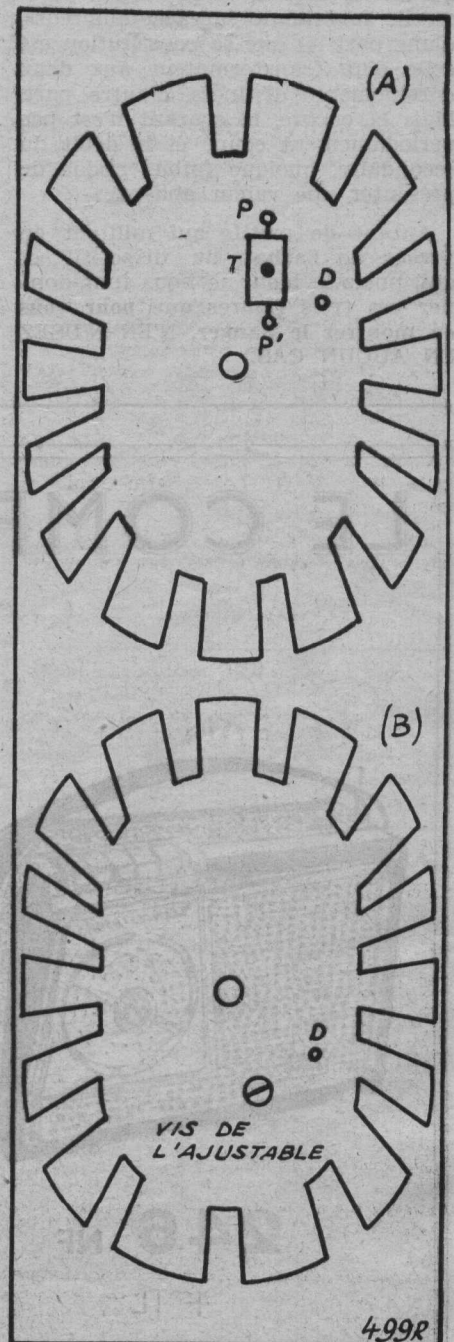

FIG. 3.
Nous nous procurerons alors un condensateur ajustable (T) de 3-30 cm que nous fixerons sur notre support, approximativement à l'emplacement indiqué sur la figure 3 (A) après avoir percé un trou pour permettre d'atteindre, par le verso de notre support, la vis de réglage de l'ajustage (fig. 3) (B). Une douille de fiche banane (partie femelle) sera également placée en (D), ainsi que deux paillettes (p et p') permettant de souder les fils.